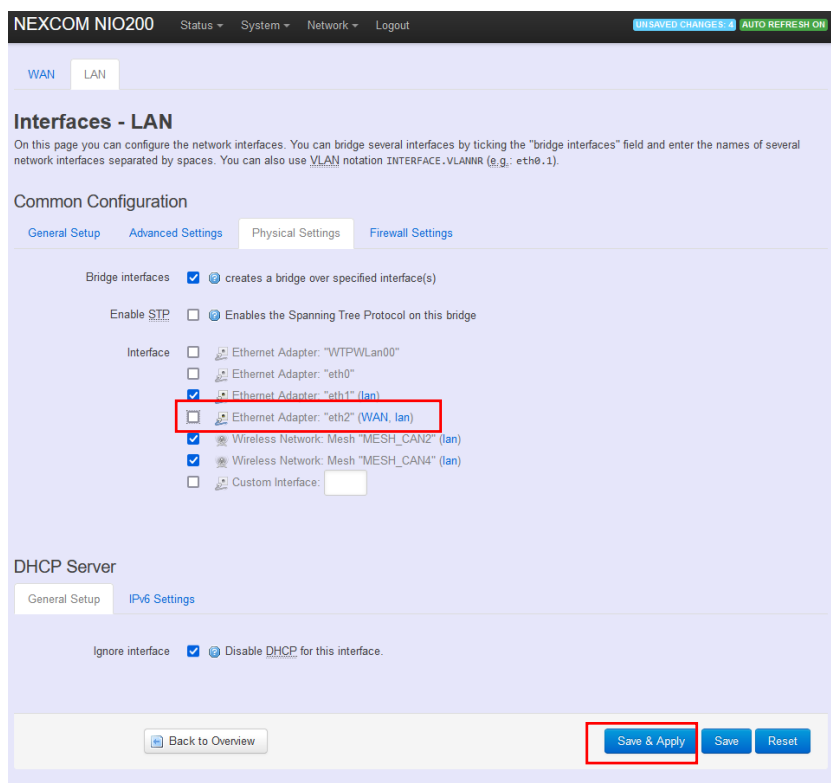

Figura 15.6 – Editando a interface LAN
6. Desmarque a caixa de seleção Adaptador Ethernet: “eth2” (**Ethernet Adapter: “eth2”**) (WAN, lan) e clique em Salvar e Aplicar (**Save & Apply**), Figura 15.6.